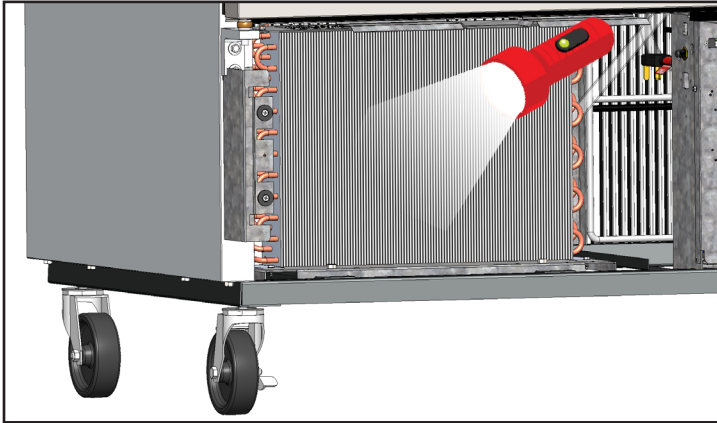

Abb. 5. Überprüfen Sie, ob alle Blockierungen entfernt sind.
4. Sobald der Schmutz von der Oberfläche der Rohrschlange entfernt wurde, überprüfen Sie mit einer Taschenlampe, ob Sie durch die Rohrschlange sehen und beobachten können, wie sich das Kondensatorlüfterblatt dreht. Siehe Abb. 5.